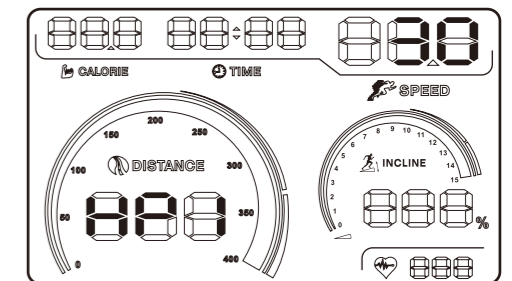

图26
2. 时间确定后, 按住面板上Training Prog键, 直至屏幕右上角会显示30的数字, 这是年龄数值, 请按SPEED(速度)的+(增加)/-(减少)键调整年龄值。调整好年龄, 再次按下Training Prog键, 确认并进入下一数值设置。(图26所示)。